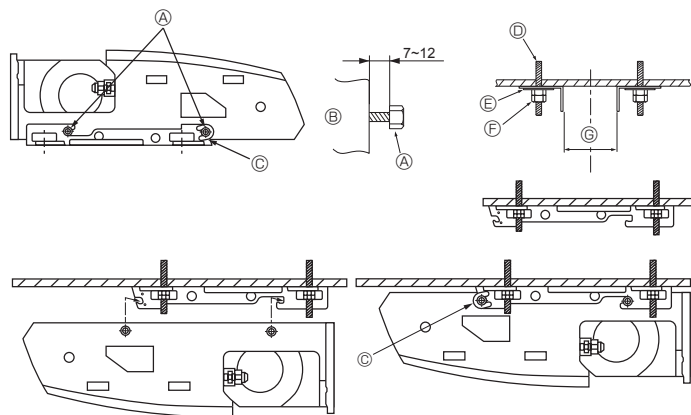

Fig. 3-6
2) Montere opphengsbrakettene først i taket (Fig. 3-6)